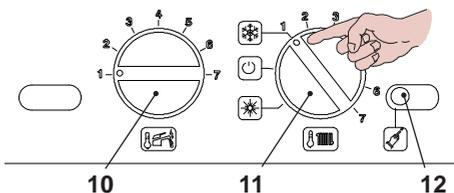
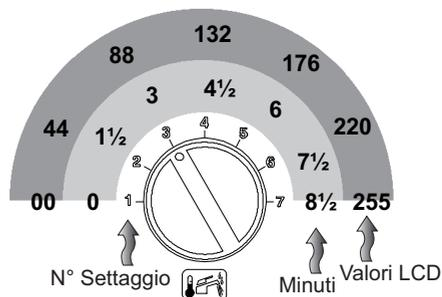

Fig. 5.60
Fig. 5.64
- Posizionare le manopole 10 e 11 come indicato in Fig. 5.60 .
- Per settare il tempo di frequenza di riaccensione bisogna entrare in programmazione premendo per 15 secondi il pulsante di ripristino 12 , in Fig. 5.60 fino alla comparsa del parametro **P01** sul display LCD; sul display LCD compare la seguente visualizzazione (la sequenza **P01** si al-
- Premere il pulsante di ripristino 12 in Fig. 5.60 per lo scorrimento dei vari parametri sino al raggiungimento del parametro **P10** valido per il settaggio della frequenza di riaccensione; sul display LCD compare la seguente visualizzazione (la sequenza **P10** si alterna a **88**).
- Per cambiare il settaggio ruotare la manopola regolazione temperatura sanitari 10 in Fig. 5.60 e posizionarla sul tempo prescelto Fig. 5.64 (nella figura esempio manopola settata per frequenza di riaccensione di tre minuti).
- Il passo del settaggio della manopola 10 Fig. 5.64 corrisponde a un valore letto sul display LCD di circa **44** (90 secondi) e questo valore può essere variato fino a circa **255** (8½ minuti); nell'LCD la sequenza **P10** si alterna con **60**.